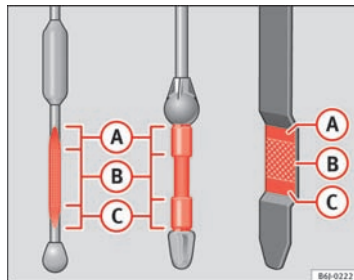

Fig. 118 Oliepind
På oliepinde kan du se motoroliestanden ⇒ Fig. 118.
- Oliestanden må aldrig være over område **A** ⇒ Fig. 118. Risiko for skader på udstødningssystemet!